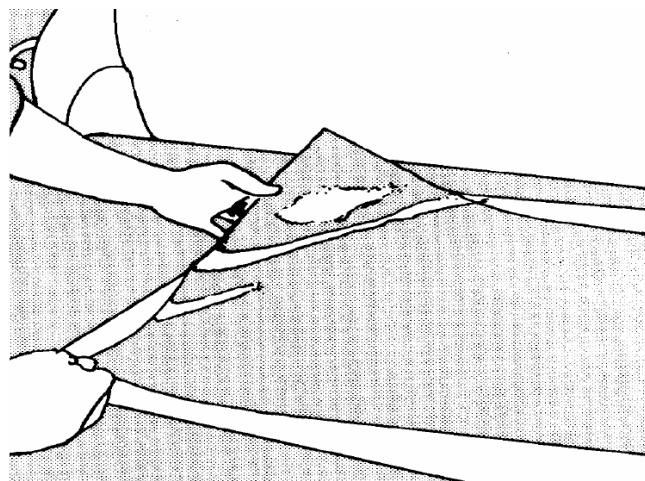

Рис. 2. Поднятие и переворачивание пленки
7. Поднимите и поверните пленку клеевой стороной к смоченной поверхности и совместите любые метки для контроля точности укладки. См. рис. 2.